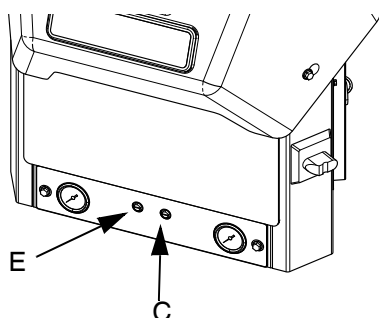

FIG. 18
6. Använd en tryckluftsregulator för vakuümöverföring (E) för att justera vakuümöverföringens lufttryck till 280–690 kPa (2,8–6,9 bar; 40–100 psi). Rekommenderad inställning är 414 kPa (4,1 bar; 60 psi). Se FIG. 18.